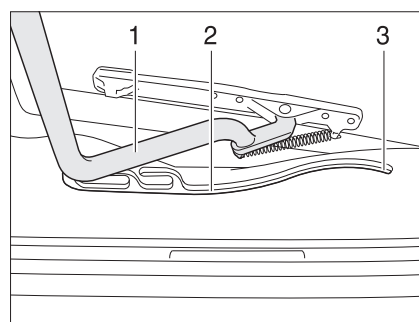

Fig. 46 Claraboya Heki, guía
- Tirar la horquilla (Fig. 46,1) en las guías (Fig. 46,2) hasta la posición trasera final (Fig. 46,3).
- Empujar el estribo (Fig. 46,1) ligeramente hacia arriba con ambas manos.
- Tirar el estribo en las guías (Fig. 46,2) hasta la posición deseada.